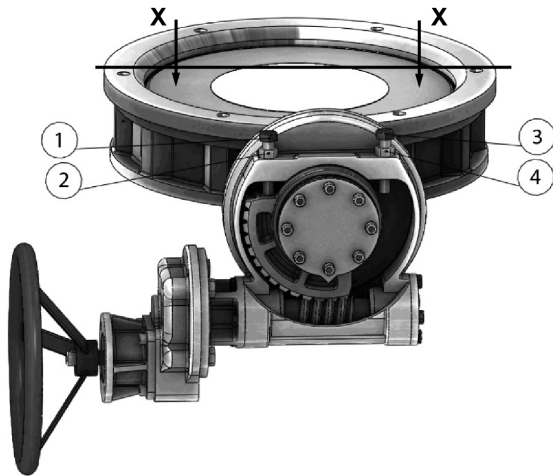

Fig. 27: mesure de la distance "X"
- Amener le robinet dans la position fermée de façon à ce que le disque soit parallèle au joint. La bonne position est vérifiée en mesurant la distance X de la bride du robinet jusqu'à la surface du disque (Fig. 27). La distance doit être la même des deux côtés du disque.
- Visser la vis de réglage (pos.2) lentement jusqu'à ce qu'on ne puisse plus la tourner davantage. Serrer le contre-écrou (pos.1) à fond.
- Visser la vis de réglage (pos.3) lentement jusqu'à ce qu'il ne soit plus possible de la visser davantage. Serrer le contre-écrou (pos.4) à fond.